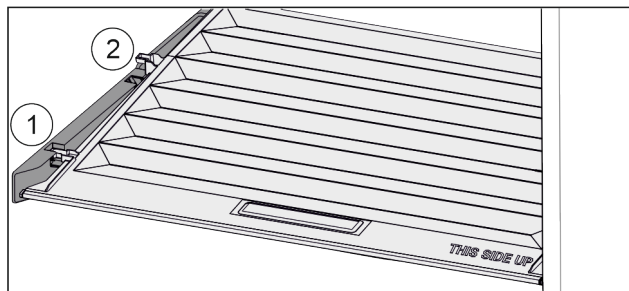

Fig. 83
- ▶ Veko potiahnite dopredu až k otvoru v prídržných dieloch Fig. 83 (1).
- ▶ Vzadu ho nadvihnite zospodu a zložte smerom nahor Fig. 83 (2).